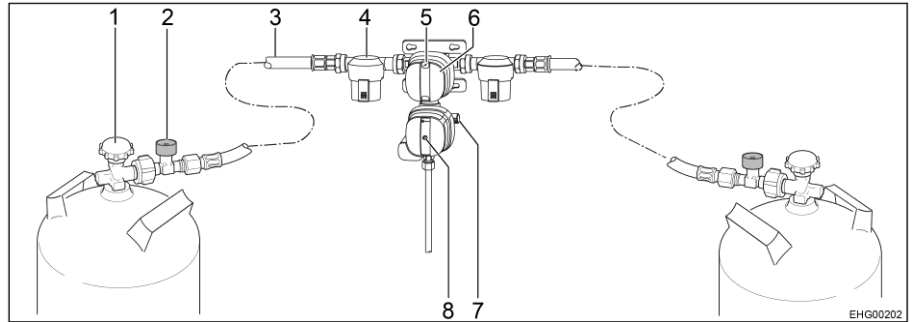

Bild 135 Sicherheitsgasdruck-Regelanlage DuoControl CS
Die DuoControl-Regelanlage besteht aus einem Umschaltventil und dem Crashsensor. Die DuoControl-Regelanlage ist zwischen den Hochdruckschläuchen (Bild 135,3) mit Schlauchbruchsicherung (Bild 135,2) montiert. Mit dem Drehknopf (Bild 135,6) am Umschaltventil kann bestimmt werden, welche der Gasflaschen als Betriebsflasche und welche als Reserveflasche verwendet wird.
Am Sichtfenster (Bild 135,5) wird der Status der Gasversorgung angezeigt:
Der Crashsensor sperrt die Gaszufuhr bei erheblicher Erschütterung (z. B. Unfall) ab. An der Stellung des gelben Resetknopfs (Bild 135,8) lässt sich der Betriebszustand des Crashsensors erkennen:
- Wenn der gelbe Resetknopf (Bild 135,8) hineingedrückt ist, ist der Crashsensor betriebsbereit.
- Wenn der gelbe Resetknopf (Bild 135,8) hervorsteht, ist der Crashsensor **nicht** betriebsbereit. Inbetriebnahme siehe unten.
Die Schlauchbruchsicherung (Bild 135,2) sperrt den Gasfluss, wenn der angeschlossene Schlauch bricht. Die Schlauchbruchsicherung muss durch Drücken der grünen Taste aktiviert werden.
- Mit dem Drehknopf (Bild 135,6) am Umschaltventil die Gasflaschewählen, der vorrangig das Gas entnommen werden soll (Betriebsflasche). Den Drehknopf immer bis zum Anschlag drehen.
- Haupt-Absperrventile (Bild 135,1) an den Gasflaschen öffnen.
- Grüne Taste der Schlauchbruchsicherung (Bild 135,2) ca. 5 Sekunden lang drücken. Am Sichtfenster (Bild 135,5) wird die grüne Markierung angezeigt.
- Wenn der Crashsensor ausgelöst hat (der gelbe Resetknopf (Bild 135,8) steht hervor):
Gelben Resetknopf (Bild 135,8) kräftig hineindrücken, leicht im Uhrzeigersinn drehen und 5 Sekunden lang gedrückt halten. Sicherstellen, dass der Resetknopf in der gedrückten Stellung ("betriebsbereit") bleibt. Wenn es nicht möglich ist, die Anlage wie beschrieben zurücksetzen: Torx-Einsatz T20 an der beiliegenden Schraubhilfe zur Unterstützung der Drehbewegung nutzen.
- Haupt-Absperrventile (Bild 135,1) an den Gasflaschen schließen.
Wenn die grüne Kontroll-Leuchte (Bild 136,6) während des Betriebs erlischt und die rote Kontroll-Leuchte (Bild 136,5) aufleuchtet, ist die Betriebsflasche leer und muss gewechselt werden. Am Sichtfenster (Bild 135,5) der zugehörigen Gasflasche wird die rote Markierung angezeigt. Die Reserveflasche versorgt die Gasverbraucher weiterhin mit Gas.
- Drehknopf (Bild 135,6) bis zum Anschlag in Richtung der aktuell verwendeten Gasflasche drehen. Damit ist diese Gasflasche jetzt die Betriebsflasche, die leere Gasflasche wird zur Reserveflasche. Die Markierung im Sichtfenster (Bild 135,5) wechselt von rot auf grün.
- Haupt-Absperrventil (Bild 135,1) an der leeren Gasflasche schließen. Pfeilrichtung beachten.
- Grüne Taste der Schlauchbruchsicherung (Bild 135,2) drücken.